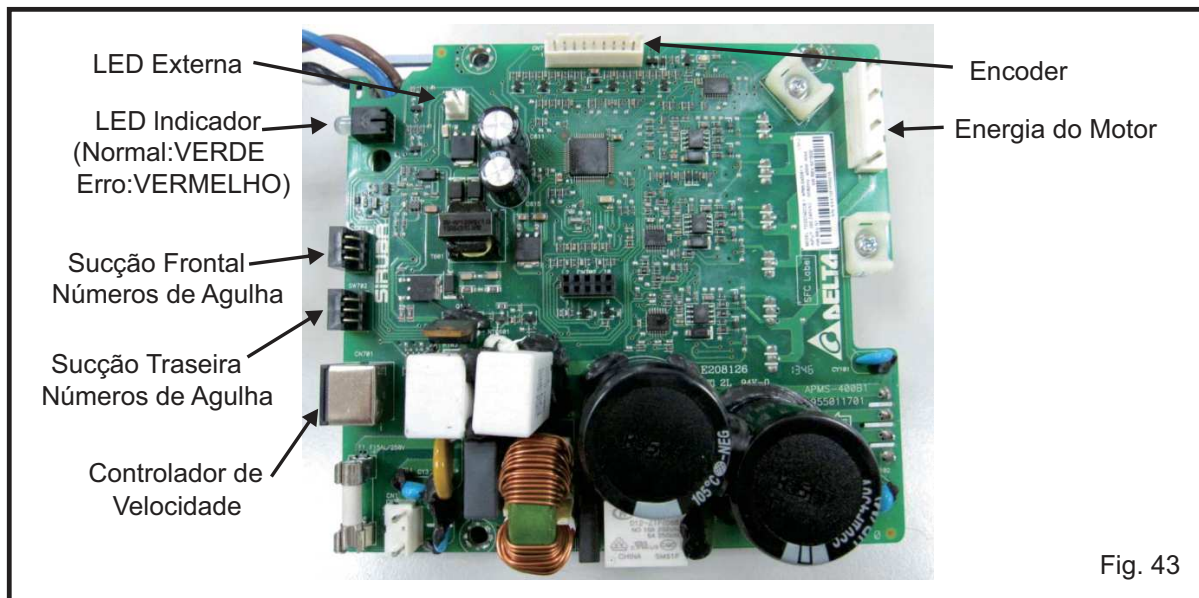

Fig. 43
- (1) Motor : Alterando o Motor Servo Atual
- (2) Tensão de Entrada : AC 200V-240V
- (3) Frequência de Entrada : 50Hz-60Hz
- (4) Saída de Força : 400W
- (5) Saída de Torsão : 0.577N-m a 6000rpm
- (6) Máximo de RPM : 7500rpm
- (7) Mínimo de RPM : 200rpm
- (8) RPM Tempo de Velocidade : Menos que 200ms
- (9) Iluminação : DC12V/40mA(Fig43)